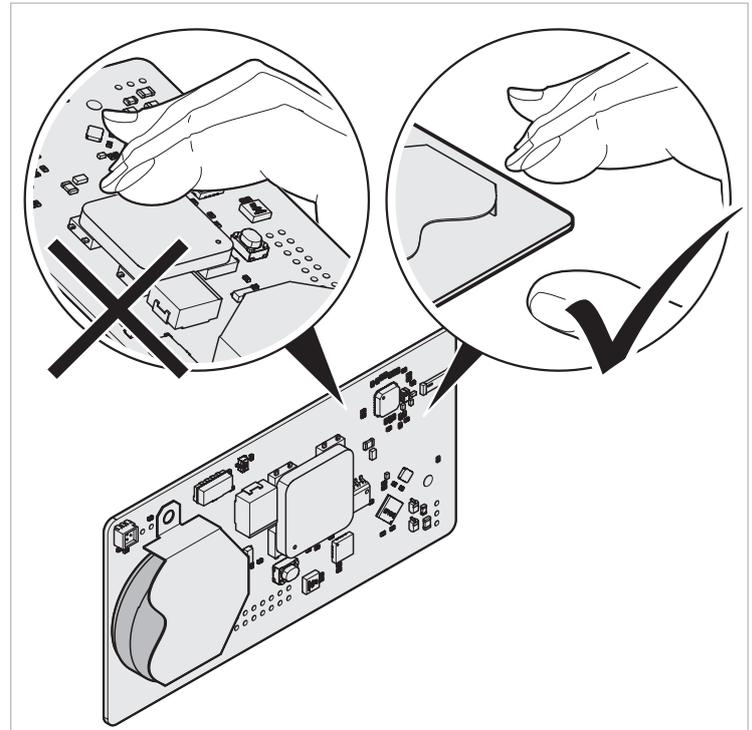

Fig. 14 Leiterplatte an den Kanten anfassen
2. Leiterplatte vorsichtig an den Kanten anfassen und herausnehmen (1, Fig. 14).